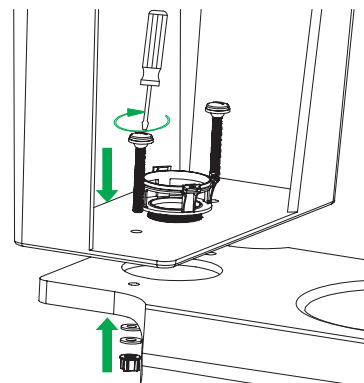

Рис. 16 / 16-сур.
2. Вставьте болты с надетой резиновой прокладкой в отверстие бачка и чаши унитаза и закрепите бачок на унитазе согласно рис. 16.